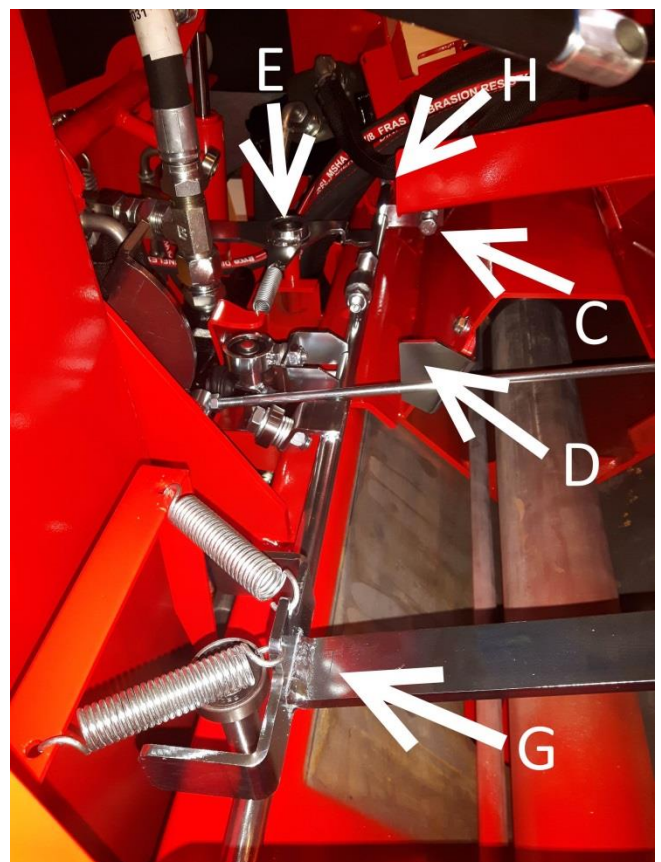
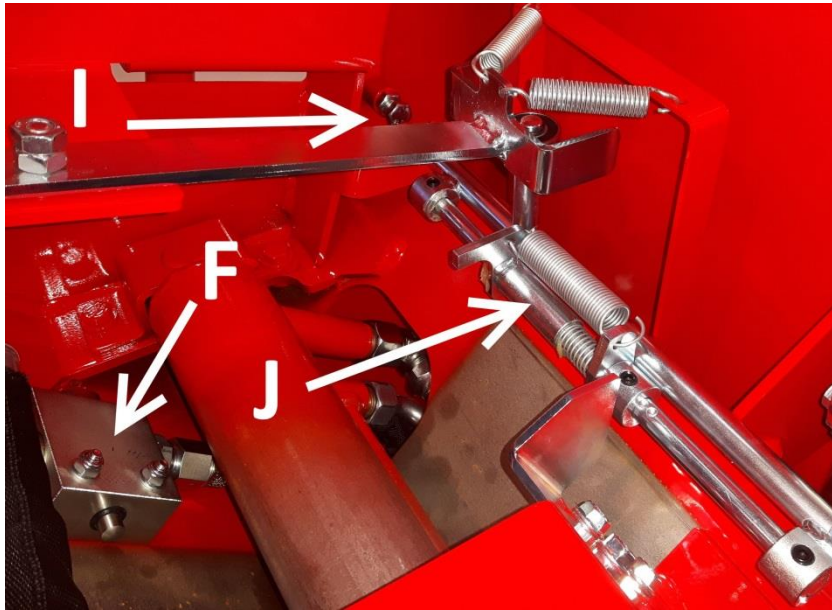

Abb. 18
Abb. 19
Achtung! Drehen Sie bei Bedarf die Platte der Holzmessvorrichtung je nach Holzdicke in die richtige Stellung. (Siehe Abb. 18 und 19.)
4. Mit Stellschraube **C** wird die Schlaglänge des Spaltzylinders bestimmt, d.h. in welcher Phase das Spaltventil von der Spalt- in die Umkehrposition übergeht (Abb. 18). Ist der Schlag z.B. zu kurz (der Spaltzylinder kommt nicht nahe genug an den Spaltkeil heran), muss Stellschraube **C** weiter in Platte **D** gedreht, d.h. geschlossen werden und umgekehrt.
5. Ventil **F** (Abb. 19) stoppt den Zylinder nach der Spaltbewegung. Die Grundposition lässt sich nicht einstellen.
Achtung: Feder **J** des Bewegungsverstärkers (Abb. 19) muss sich frei bewegen können, damit der Spaltzylinder frei in seine Grundposition zurückgeführt werden kann.
Achtung: Spalthebel **G** bewegt dieselbe Spaltstange wie die Spaltaktivierung **E** der Sägunge. (Abb. 18)
Die Endpositionen des Spaltventils werden mit den Bolzen **H** und **I** begrenzt (Abb. 18 und Abb. 19) Die Einstellung der Bolzen darf nicht verändert werden, verschlissene Bolzen sind auszutauschen!
7. Beschlag J und Stange des Bewegungsverstärkers. Abb. 19 (im Abstand von 200 h)